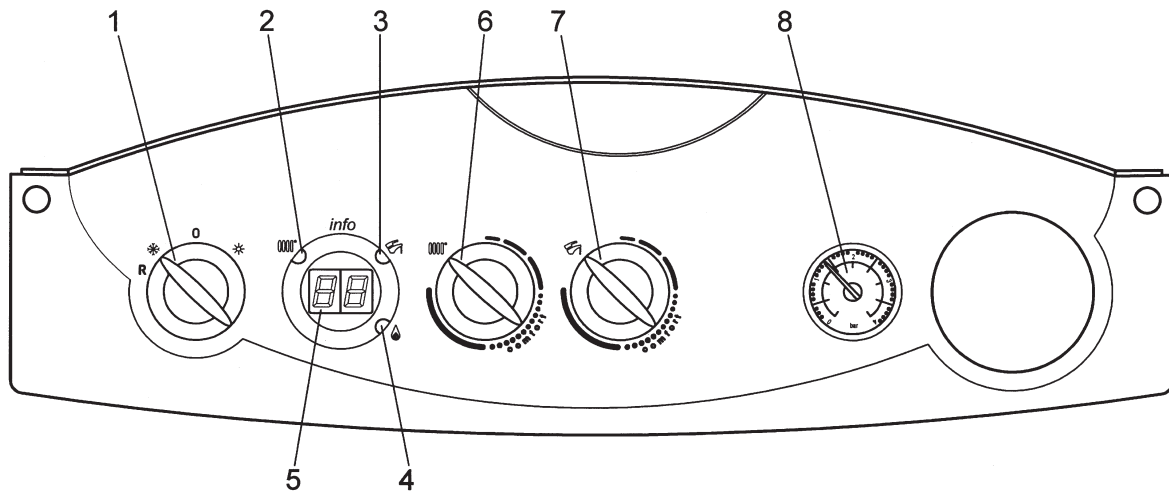

Fig. 26
5.4 INITIAL LIGHTING - Refer to Fig. 26
5.4 PREMIER ALLUMAGE - Référez-vous à la Fig. 26